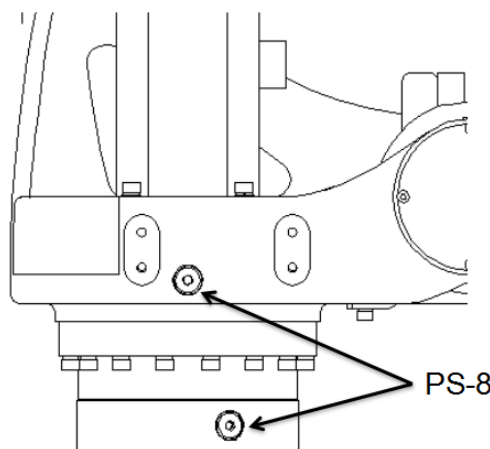

图 14 J4 轴减速机局部结构
(1) 油脂补充步骤 (参考 图 14)
- ① 使机器人小臂处于与地面水平的位置;
- ② 取下排油口的堵塞 (上部);
- ③ 用油枪从下部注油口注油 (参考图 14);
- ④ 取下油嘴, 安装螺丝堵, 螺丝堵的螺纹处要缠生胶带并用扳手拧紧。
(2) 油脂更换步骤 (参考 图 14)